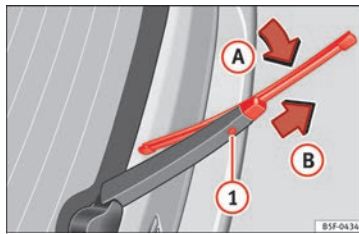

Bild 79 Byta bakrutans torkarblad
- Dra ut torkarbladet ur fästet på torkarmen » **bild 79** (se pil **A**).
- Håll in frigöringsknappen » **bild 79** **1** och dra samtidigt bladet försiktigt i pilens riktning **B**. Det kan kräva lite kraft.
- Montera ett nytt blad av **samma längd och av samma typ** på bakrutans torkarm i motsatt riktning mot pilen » **bild 79** **B** och haka fast det. Du har lyckats när knoppen är i rätt läge (se pil **A**).